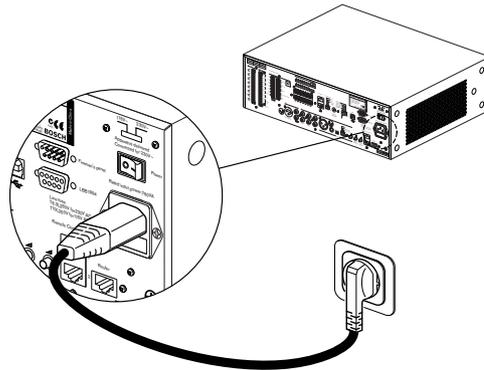

Figure 5.17 Raccordement du cordon d'alimentation secteur
3. Branchez un cordon d'alimentation aux normes locales au contrôleur d'alarme vocale (voir *Figure 5.17*).
4. Branchez le cordon d'alimentation sur une prise de courant aux normes locales (voir *Figure 5.17*).